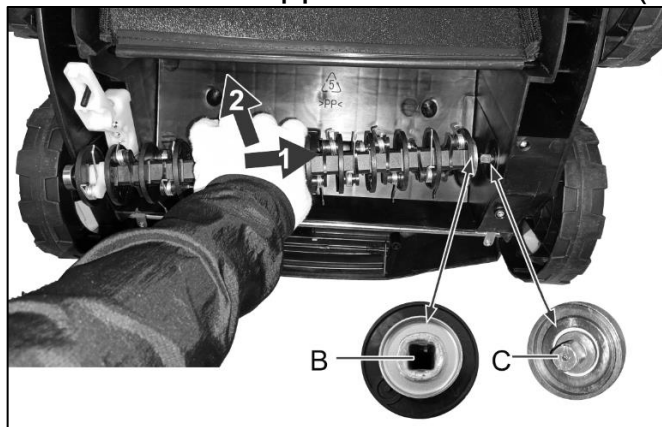

Fig.15
- c) Sostituire il rullo, lasciare che il rullo scivoli sull'albero motore, assicurarsi che il manicotto (B) sia stato inserito nell'alberino di azionamento (C). (Fig.15)
estremità sul supporto del cuscinetto (Fig.15).